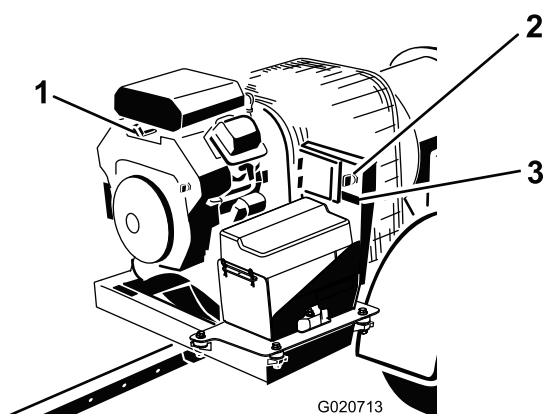

Bild 11
3. Drehen Sie den Zündschlüssel auf die START-Stellung und lassen Sie ihn schnell auf die ON-Stellung gehen (Bild 11). Der Empfänger wird aktiviert .
- Drehen Sie den Schlüssel beim Verlassen der Maschine in die OFF-Stellung und ziehen Sie ihn ab (Bild 11).